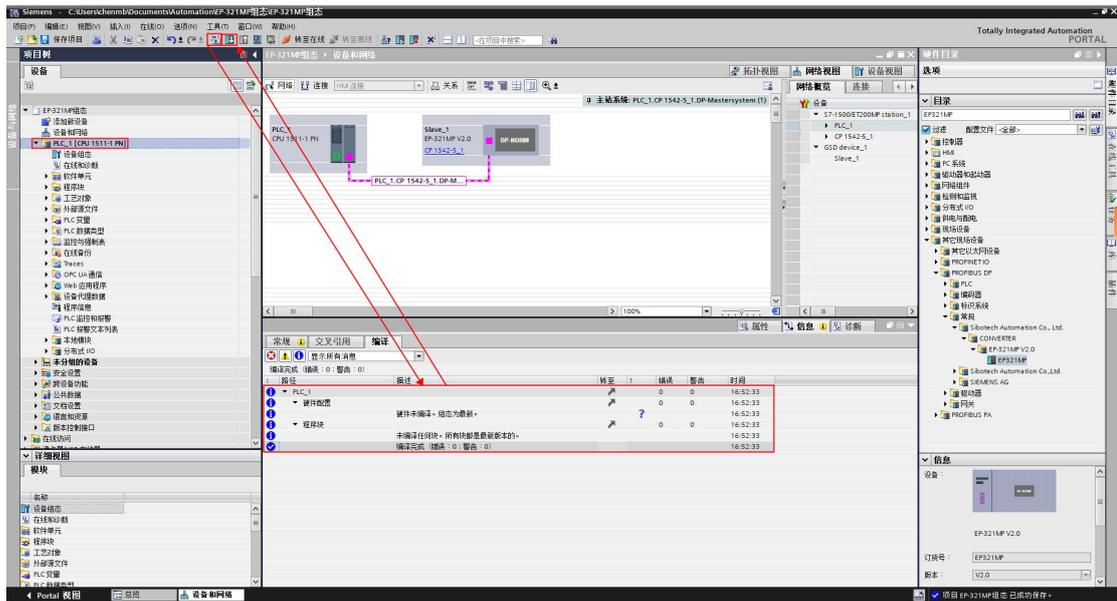

图 16 编译工程文件
16. 组态完成后，选中左侧“PLC\_1[CPU1511-1PN]”点击上方“编译”，若“编译”无报错后点击上方“下载”，如图 16 所示